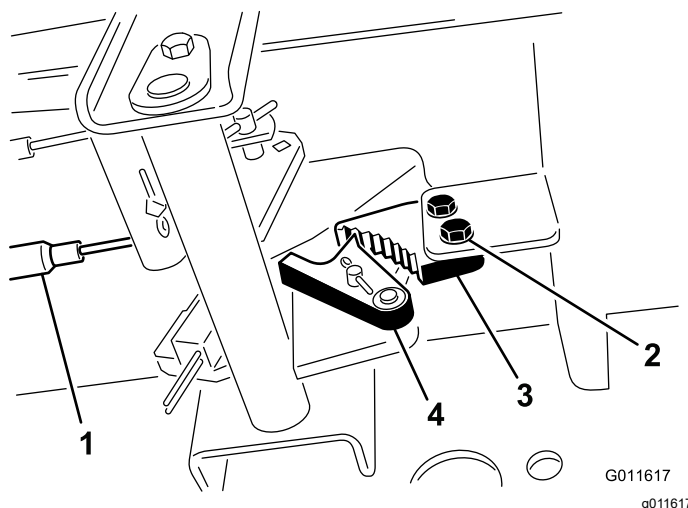

Figure 84
1. Desserrez les 2 vis qui fixent le cliquet du frein de stationnement au cadre (Figure 84).
2. Appuyez sur l'avant de la pédale du frein de stationnement jusqu'à ce que le verrou s'engage complètement sur le cliquet du frein (Figure 84).